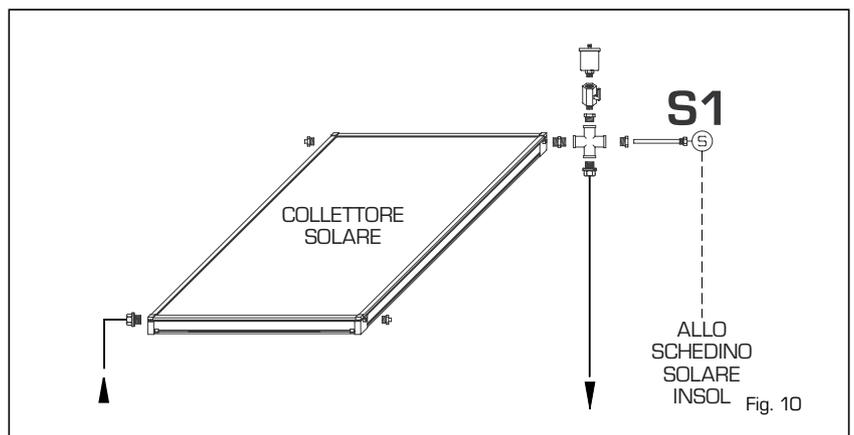

Fig. 10
2.9.5 Collegamento sonda collettore solare (fig. 10)